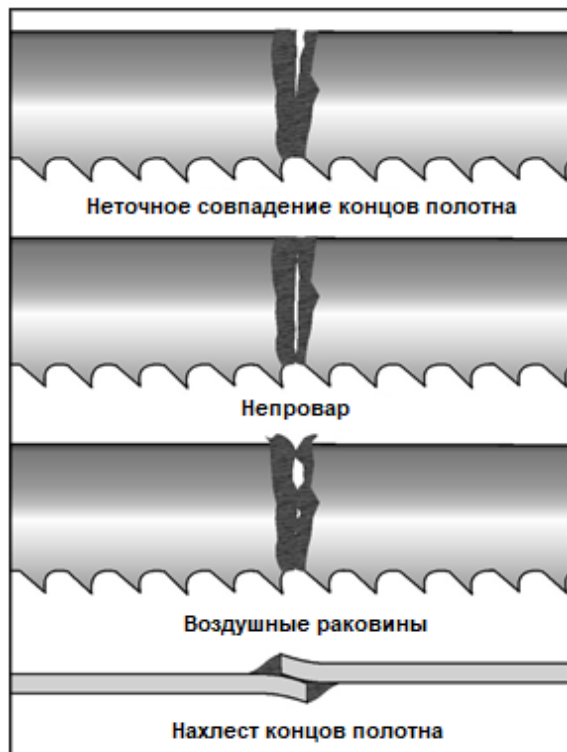

Рис. 16.
10. Извлеките полотно из зажимов и тщательно осмотрите его. Расстояние между зубьями по обеим сторонам шва должно равняться шагу, а сам шов должен располагаться по центру впадины. На данном этапе по виду сварного шва легко определить неточное совмещение концов полотна. На Рис. 16 приведены примеры дефектных сварных швов.